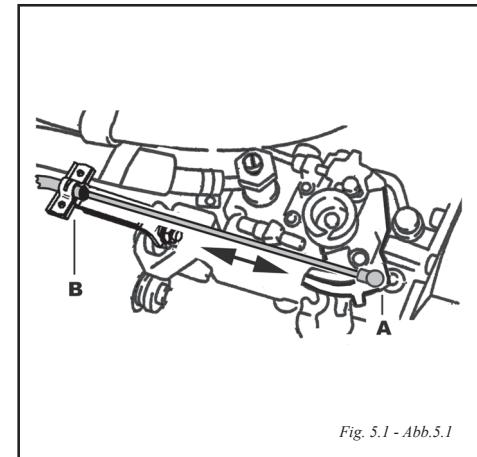

Fig. 5.1 - Abb.5.1
Conectar el cable de mando a la rótula montada en la palanca (A) y fijar el cable con la abrazadera (B). Ajustar de manera que no empiece a dar gas hasta que haya entrado la marcha del inversor (Fig. 5.1).
Connect control cable to the ball-joint fitted to the lever (A) and position the cable with the clamp (B). Adjust in a way that gas is not delivered until the inverter gear is engaged (Fig. 5.1).
Brancher le câble de commande à la rotule du levier (A) et le fixer avec le collier (B). Régler de sorte à ne pas donner de gaz avant d'avoir passé la vitesse de l'inverseur (Fig. 5.1).
Collegare il cavo del comando la rotula montata sulla leva (A) e fissare il cavo con il morsetto (B). Regolare in modo che non cominci a dare gas fino a che non sia entrata la marcia dell'invertitore (Fig. 5.1.).
Schließen Sie das Fernsteuerungskabel an die auf dem Hebel (A) angebrachte Kniestzscheibe an und befestigen Sie es mit der Kabelklemme (B). Stellen Sie die Fernsteuerung so ein, daß erst dann Gas gegeben wird, wenn ein Gang des Umschaltgetriebes eingelegt ist (Abb. 5.1).